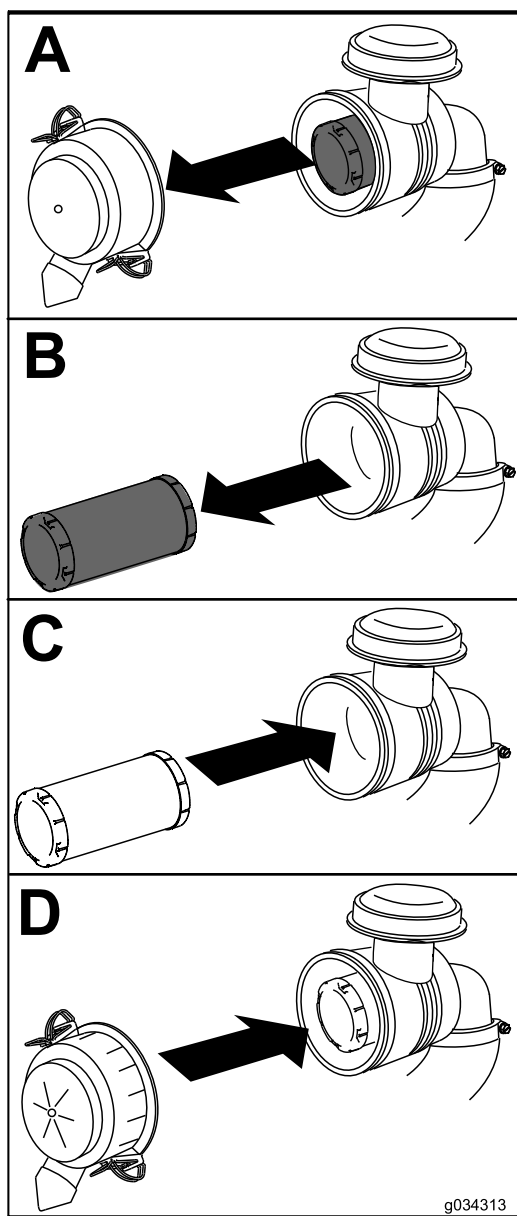

Figure 37
1. Sortez l'élément filtrant du boîtier du filtre à air avec précaution (Figure 37).
4. Reposez le couvercle du filtre à air, le côté portant l'inscription UP en haut, et verrouillez le couvercle (Figure 37).